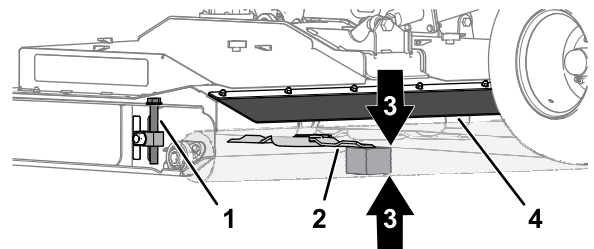

図 80
1. デッキの後方から、フラップを持ち上げて中央のブレードの後方端部と床面との間に角材 50 mm 角を入れる 図 80。